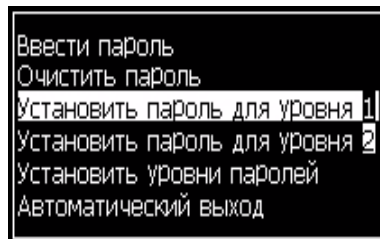
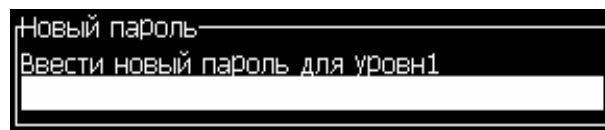

Рисунок 4-4: Установка уровня доступа для пароля
Рисунок 4-5: Новый пароль
- 1 Нажмите кнопку "Alt" + "w", и выберите опцию "Set Password for level 1" (установка пароля для уровня доступа 1) или "Set Password for level 2" (установка пароля для уровня доступа 2) из меню "Password" (пароль) (смотрите Рисунок 4-4 на странице 4-4). Появится диалоговое окно "New Password" (новый пароль) (смотрите Рисунок 4-5 на странице 4-4).